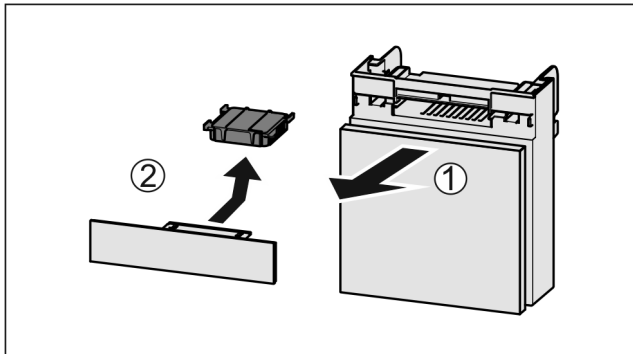

Fig. 82
- ▶ Trekk ut Fig. 82 (1) hyllen fremover.
- ▶ Ta ut Fig. 82 (2) aktivkullfilteret.